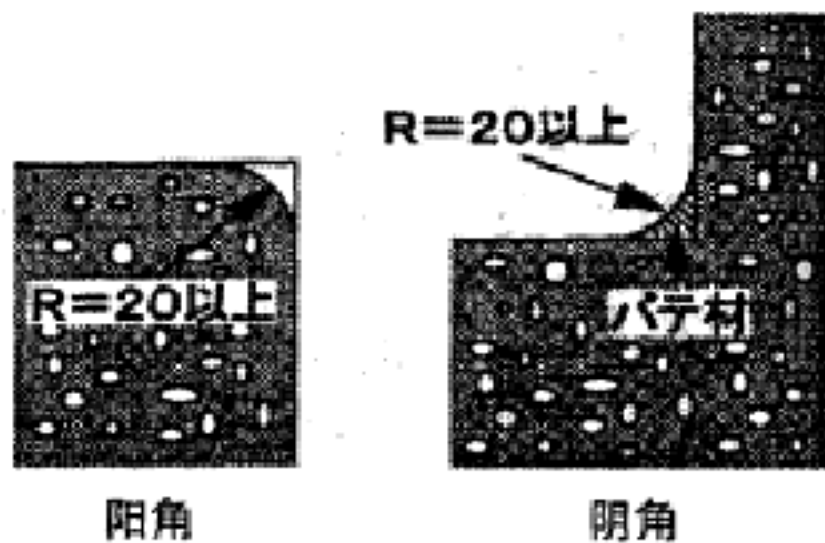

图 1 阳角、阴角部处理
⑤、阳角、阴角处为防止碳素纤维布剥落和降低强度，用打磨或粘脂等形成在R角。(参照图1)